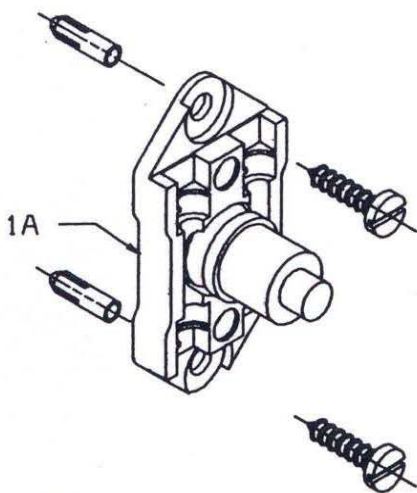

Рис.8
- Закрепите основание 1A плоского оператора 1 на желаемой высоте над уровнем пола (см. Рисунок 8).